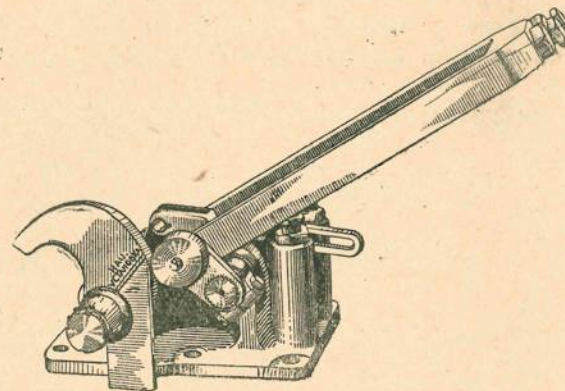

Рис. 139. Установка кулачка разделителя
9. Установить кулачок разделителя под углом 50° к горизонту по шаблону, шаблон ставить по линии начальной установки, нанесенной на кулачке (рис. 139).